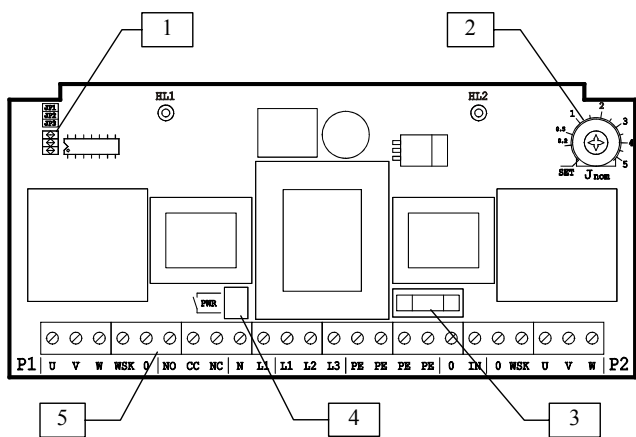
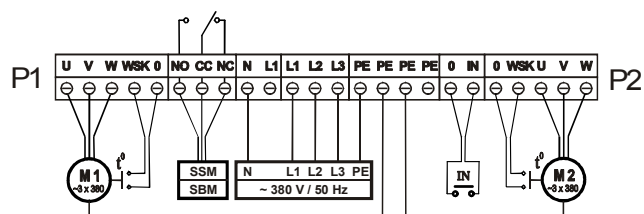
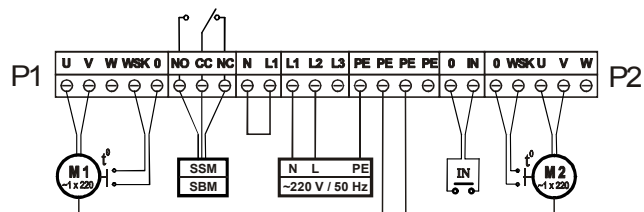

Рис. 2 Внутренний вид прибора
Рис. 3 Схема подключения прибора к трехфазной электросети
Рис. 4 Схема подключения прибора к однофазной электросети
5.2 Внутренний вид прибора (рис. 2)
- для подключения питающей электросети необходимо использовать соответствующие клеммы и кабель с сечением соответствующим току потребляемому двигателями. Схемы подключения питающей электросети в зависимости от количества фаз приведены на рис.3 и рис.4:
L1, L2, L3, N, PE - клеммы для подключения к трехфазной электросети ~380 В, 50 Гц (рис.3);
L1, L2, PE - клеммы для подключения к однофазной электросети ~220 В, 50 Гц: L2-фаза, L1-нейтраль. Так же необходимо соединить переключкой клеммы N и L1 (рис.4);
- при подключении внешнего устройства сигнализации неисправности/работы используется выход **SSM/SBM** -клеммы **NO, CC, NC** (рис.3, рис.4). При помощи переключки **JP3** (рис.2, поз.1), устанавливается тип сигнализации: переключка установлена – обобщенная сигнализация неисправности, переключка отсутствует – обобщенная сигнализация работы.
- после электрического подключения необходимо подсоединить клемму основного выключателя к соответствующему разъему на плате прибора (рис.2, поз.4).
- установить при помощи переключек **JP1, JP2** (рис.2, поз.1) время автоматического переключения насосов:
- установить при помощи переключки **JP3** (рис.2, поз.1) тип обобщенной сигнализации на выходе **SSM/SBM**:
- произвести регулировку защитного отключения насоса при превышении тока в двигателе с помощью потенциометра номинального тока $J_{ном}$, (рис.2, поз.2). **Внимание! Не прикладывать чрезмерного усилия при вращении потенциометра!**